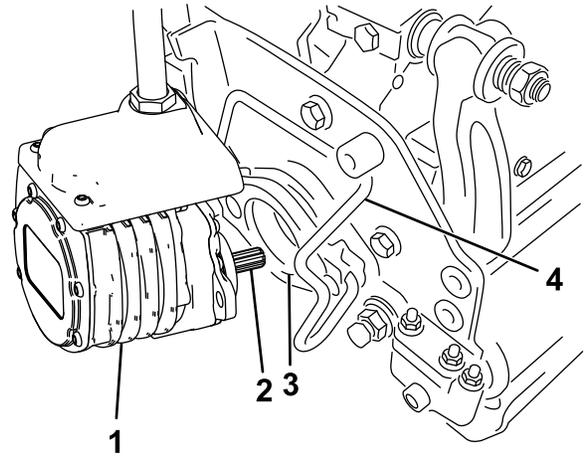

图 56
6. 在滚刀组马达的花键轴上涂抹干净的润滑脂（图 56）。
7. 将马达插入滚刀组左侧（从操作员的位置看），并将滚刀组上的马达固定架拉向马达，直到听见马达两侧发出“咔哒”的声音（图 56）。